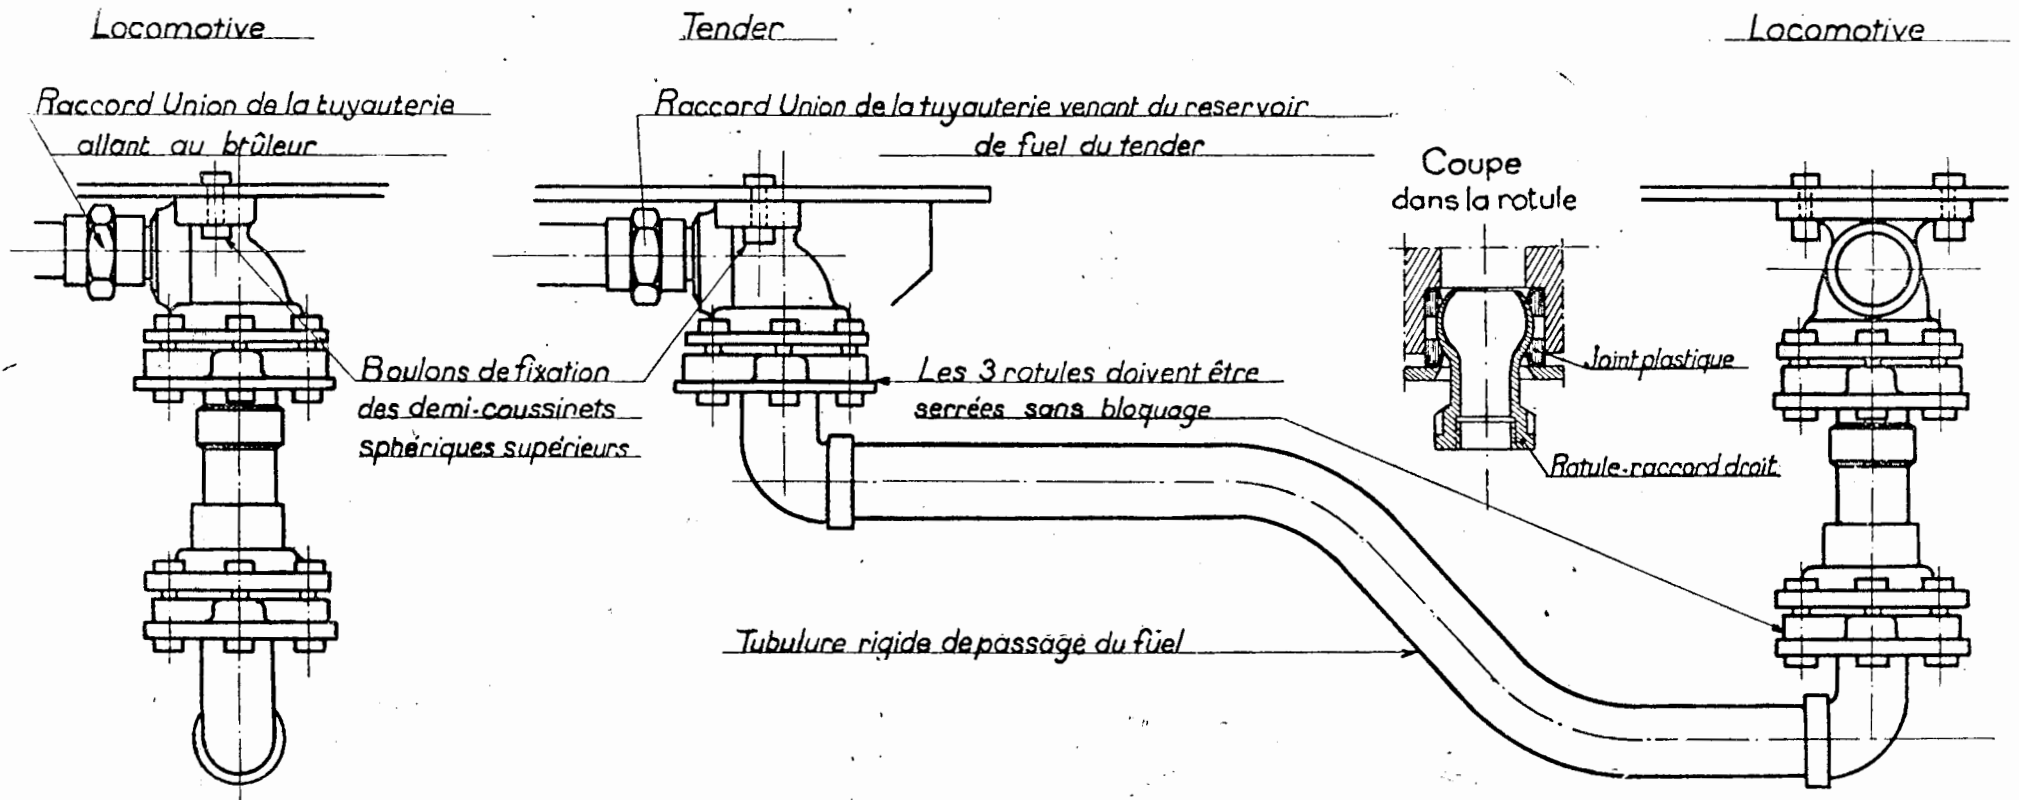

FIG. 232
b) Accouplements de conduite du combustible entre machine et tender (fig. 232).